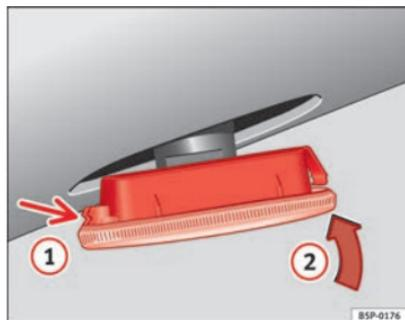

Abb. 195 Seitlicher Blinker
- Setzen Sie den Blinker zuerst in der Aufnahme der Karosserie ein, wobei die Halterungen richtig einrasten müssen ⇒ Abb. 195, Pfeil (1).
- Die Lampe in Pfeilrichtung (2) ⇒ Abb. 195 einsetzen. ■